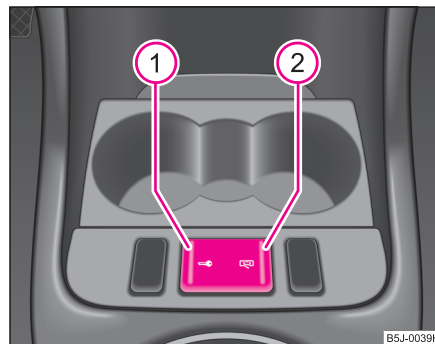

Fig. 23 Interruptor de cierre centralizado
- Pulsar la tecla ① ⇒ fig. 23. El símbolo  en la tecla se encenderá.
- Pulsar la tecla ② ⇒ fig. 23. En la tecla se apagará el símbolo .